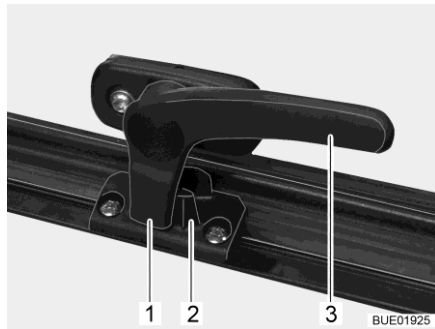

Bild 12 Låsarm i läget "stängd"
- Sväng låsarmen (Bild 12,3) ett kvarts varv mot fönstrets mitt.
- Sväng låsarmen (Bild 12,3) ett kvarts varv mot fönsterkarmen. Låsspaken (Bild 12,1) är placerad på insidan av fönsterlåset (Bild 12,2).
- I läget "helt stängt" (Bild 12).